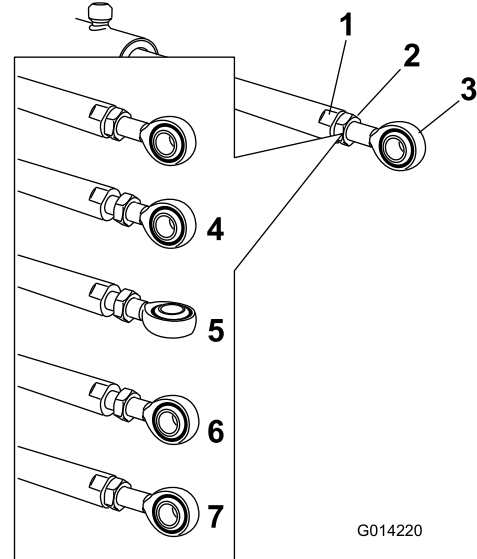

Figure 64
5. Placez une clé sur les méplats de la tige de vérin pour l'immobiliser, puis desserrez l'écrou de blocage pour pouvoir ajuster la tige à œillet (Figure 64).
6. Tournez la tige à œillet dans la tige du vérin pour raccourcir ou allonger le vérin déployé à la position voulue (Figure 64).